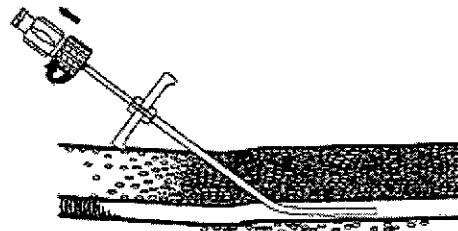

Fig. 2
12. Extraiga el dilatador y deje la vaina en posición. **(Fig. 2)** **NOTA:** Para evitar la aspiración accidental de aire después de la extracción de la guía y el dilatador, coloque el pulgar u otro dedo sobre el extremo proximal con manguito de la vaina.